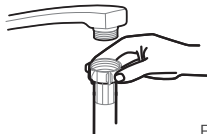

Fig. 1
2. Conecte o lado de 90° da mangueira de abastecimento de água no aparelho e o lado reto e com filtro em uma fonte de água (Fig. 1).